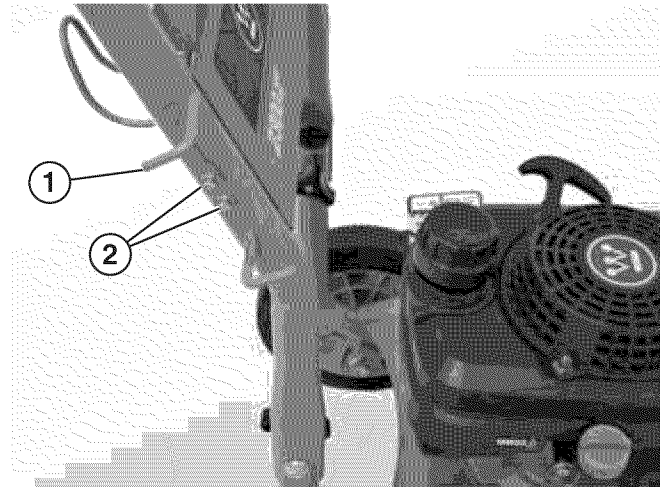

Figura 10 – Instalación del soporte de la pistola atomizadora
9. Instale el soporte de la pistola atomizadora con los pernos y tuercas M6 (ver Figura 10).